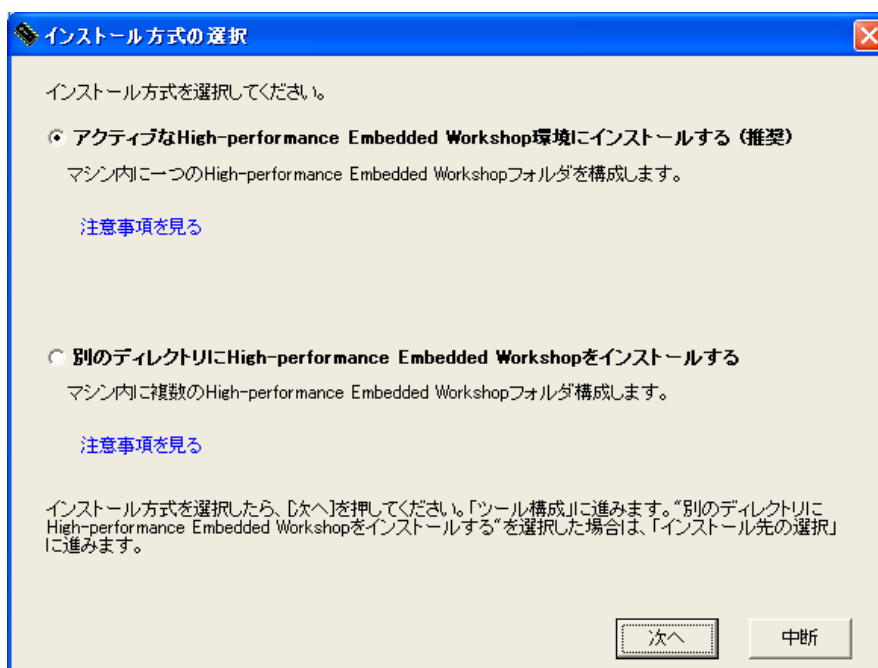

図3.2.2 E10A-USBソフトウェアインストール手順②
- ②図3.2.2の画面が表示されますので、「アクティブなHigh-performance Embedded Workshop環境にインストールする」を選択して、「次へ」ボタンをクリックします。